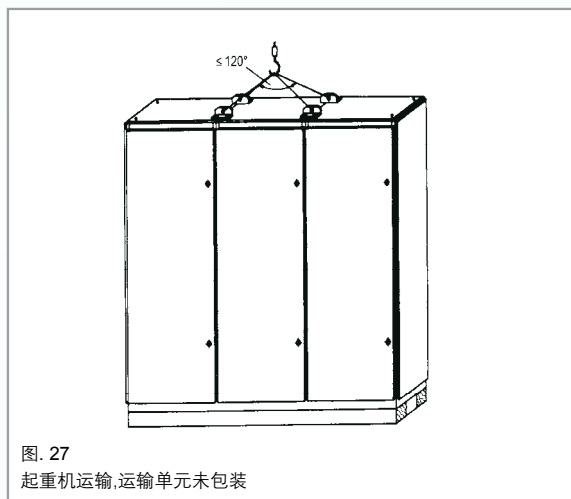

图. 27
- 吊绳在起重机吊钩处的角度不允许大于120° (见图. 27)。